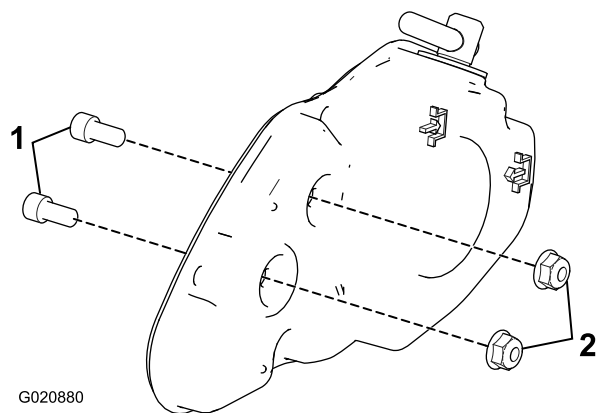

Figure 12
1. Retirez les 2 boulons à tête creuse et les contre-écrous du couvercle (Figure 12).